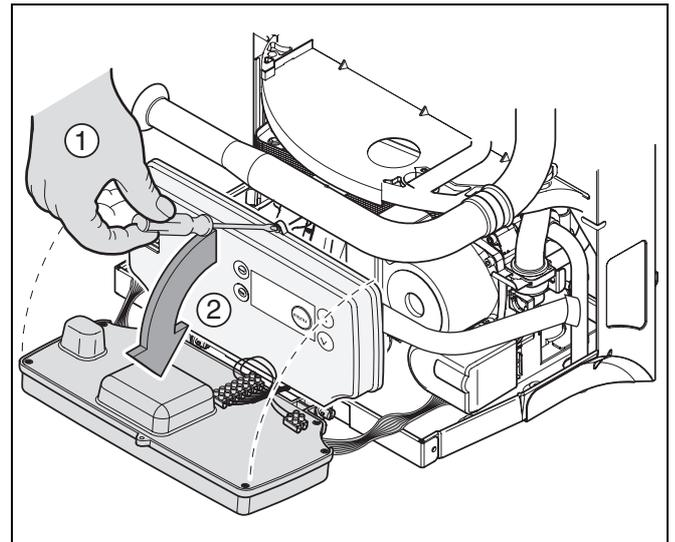

Fig. 20 Ribaltare in avanti il DBA
- Allentare la vite con testa del DBA e ribaltare quest'ultimo in avanti (fig. 20).